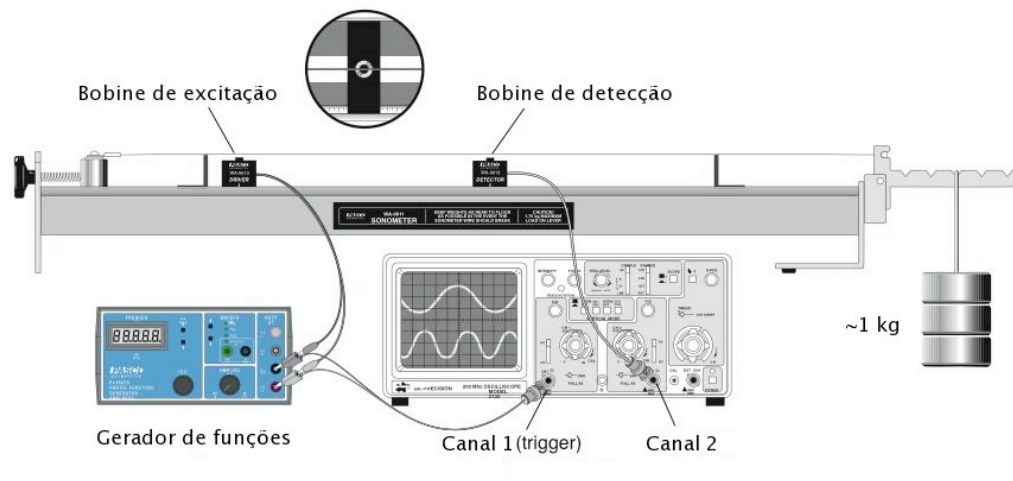

Figura 5: Montagem experimental
- 1) Efectue o esquema de ligações e monte a experiência como indicado na figura 5.